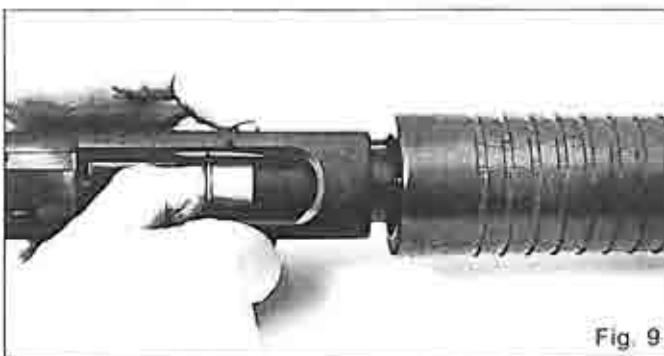

Fig. 9
- c3. Spingere all'interno l'elevatore e premendo sul bottone di svincolo in direzione del calcio del fucile, accompagnare l'uscita della cartuccia dal serbatoio (Fig. 9).
*Push in the carrier and, pressing the cartridge latch button towards the stock, ease out the shell from the magazine tube (Fig. 9).*
*Presser l'élévateur à l'intérieur et en appuyant sur le pousoir d'arrêt en direction de la crosse du fusil, laisser sortir doucement la cartouche du tube-magasin (Fig. 9).*